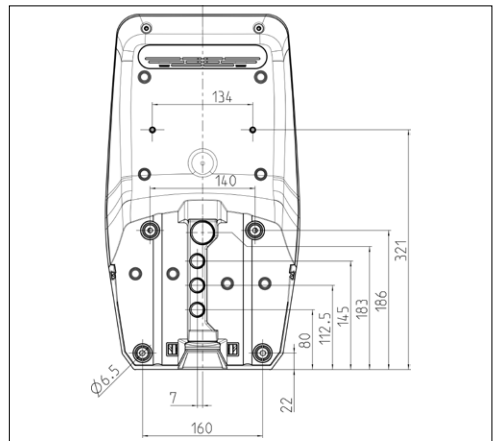

Bild: 10. Borrmått [mm]
- ▶ Markera fastsättningshålerna med hjälp av den medföljande borrmallen eller bilden "Bild: 10. Borrmått".